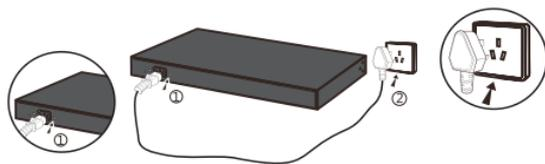

图1.2.2电源连接示意图
- 2.内置式的无需电源适配器，直接接入AC100~240V,50~60Hz市电即可；如图1.2.2所示。